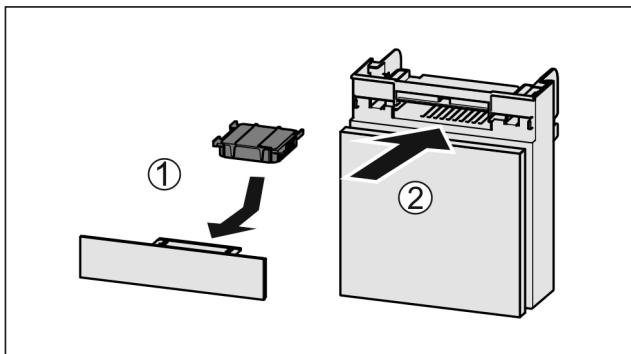

Fig. 57
- Vložte aktívny uhlíkový filter podľa obrázka Fig. 57 (1).
- Zasuňte zásuvku Fig. 57 (2).